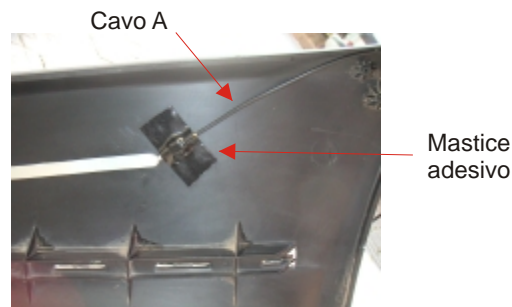

Fig.4
Collegare il cavo (A) al sensore antenna. Si consiglia di rivestire e bloccare la connessione con il mastice fornito nel kit (fig. 4). Riposizionare il paraurti tirando il cavo (A) dall'interno del vano bagagli in modo da non lasciare cavo in eccesso all'esterno.